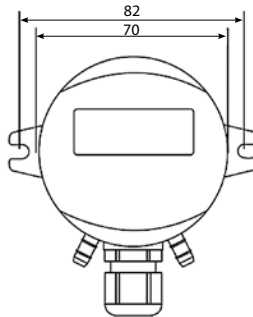

Fig. 1. Dimensioner - tryckssensorer
- Sensorn skruvas fast direkt i kanalen (hänvisning till fig. 1).